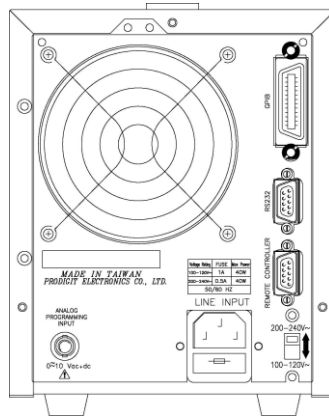

図6-4A 3302Cリアパネル
6.4.10.2 全ケーブルの最大長は同時に接続される機器×2m以下で、最大20mまでです。ロックネジがしっかり締まっていることを確認して下さい。ドライバはロックネジを外す時だけ使用して下さい。図6-4A/Bに3300C/3302Cメインフレームのリアパネルを示します。GPIBコネクタは、3300C/3302Cメインフレームのリアパネルにあります。GPIBアドレスの設定は、フロントパネルで行います。